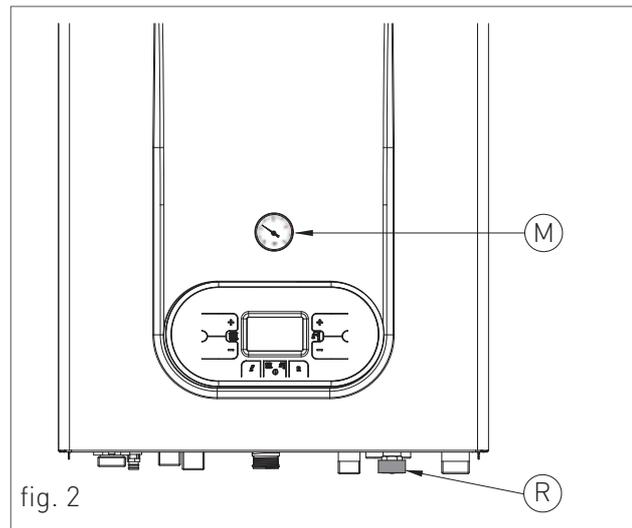
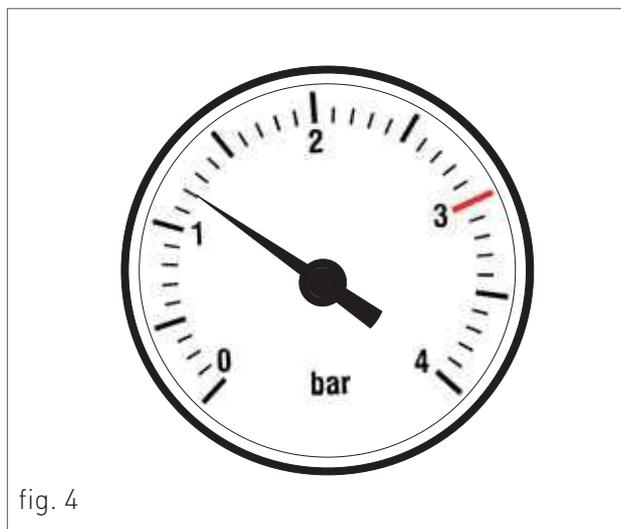

fig. 2
fig. 4
3. abrir el grifo de carga "R" (fig. 2);
5. controlar por medio del manómetro "M" (fig. 2) que la presión del equipo alcance 1.2 bar (fig. 4);
6. Finalizada la operación, asegurarse que el grifo de carga "R" (fig. 2) esté bien cerrado.
8. Si después de las operaciones mencionadas se detectase una disminución de la presión del agua en la instalación, abrir nuevamente el grifo "R" de carga hasta que la presión en el manómetro marque 1,2 bar (fig. 4).